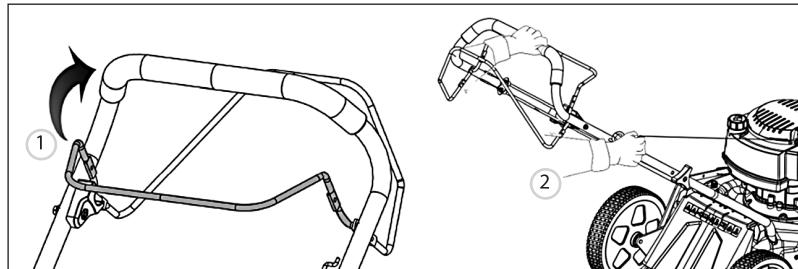

Рис. 11
3. Для ручного запуска зажмите ручку управления тормозом 1 (рис. 11), медленно вытащите шнур ручного стартера, пока не почувствуете сопротивление, а затем быстро потяните его 2 (рис. 11). Повторите данный процесс несколько раз до запуска двигателя. После запуска двигателя медленно верните его на направляющий болт трюса.